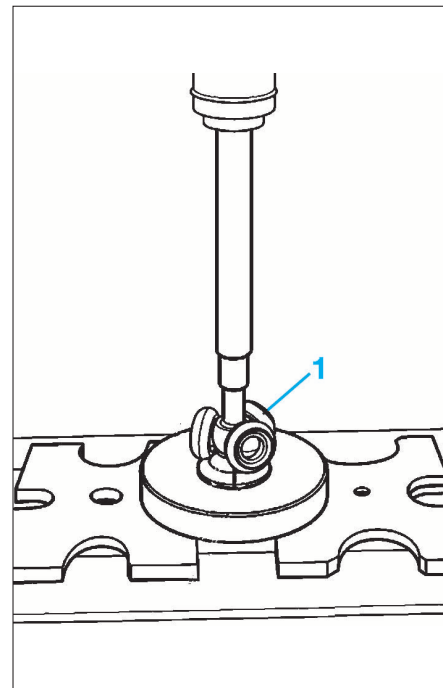

FIG. 14
- Extraire le tripode (1) avec une presse (Fig.14).